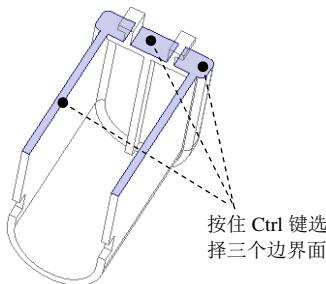
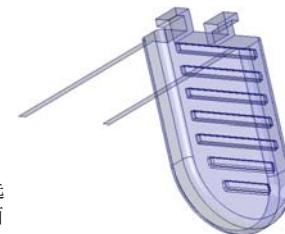

图 9.11 定义边界面
图 9.12 加亮的曲面
② 依次选取所有的边界面完毕（全部加亮）后，松开 Shift 键，然后按住 Ctrl 键选取图 9.11 所示的三个曲面，松开 Ctrl 键，完成“边界面”的选取。操作完成后，整个模型上表面均被加亮，如图 9.12 所示。